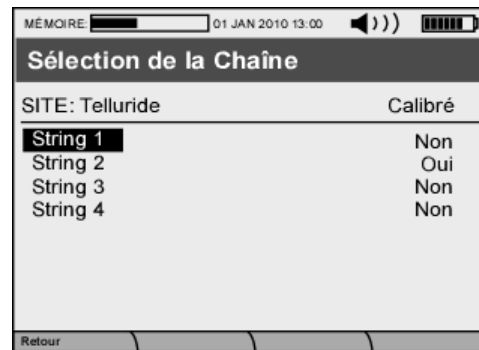

Figure 2.19. Écran de Sélection de Chaîne.
- Sur ce SITE, l'utilisateur doit choisir ensuite sur le second écran (Figure 2.19) la chaîne à tester parmi les différentes chaînes disponibles. À droite, les informations sur le statu de la ligne de base sont indiquées. Les valeurs de lignes de base sont obtenues lors du premier test complet d'une chaîne et ne peuvent plus être modifiées dans l'Analyseur. Une chaîne avec des valeurs de lignes de base est indiquée par OUI, une chaîne sans valeurs de lignes de base est indiquée par NON.